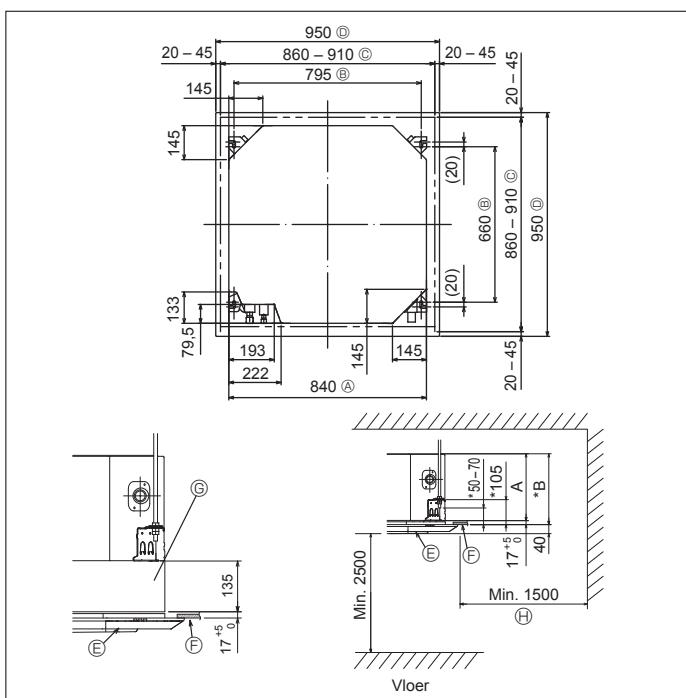

Fig. 3-2
3.2. Plafondopeningen en posities voor installatie van de ophangbouten (Fig. 3-2)
* De afmetingen van de plafondopeningen kunnen aangepast worden binnen de begrenzingen zoals afgebeeld in Fig.3-2; u moet dus het apparaat tegen het plafondopening centreren, waarbij u ervoor moet zorgen dat de respectievelijke tegengestelde zijden aan alle kanten van de opening hetzelfde zijn.